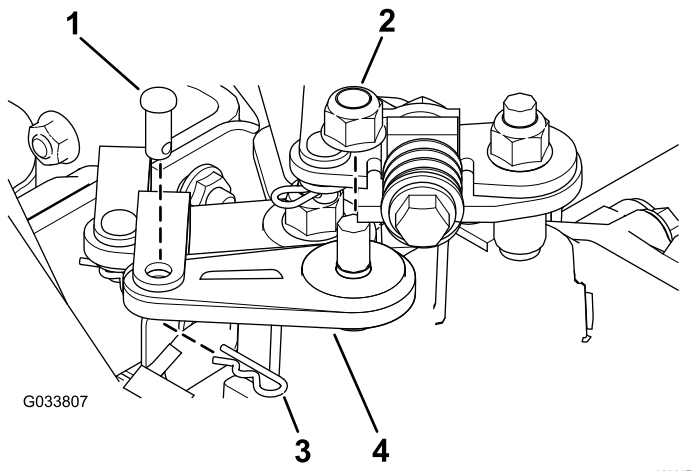

Figura 2
2. Instale la palanca de cambios con la contratuerca (M10), el pasador de horquilla y el pasador de chaveta retirados anteriormente (Figura 2).